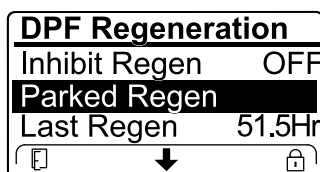

Figura 57
- Se il computer del motore richiede una rigenerazione di recupero, oppure sta eseguendo una rigenerazione di recupero, e voi scorrete il menu verso il basso fino all'opzione PARKED REGEN, la rigenerazione parcheggiata viene bloccata e l'icona di blocco (Figura 57) compare nell'angolo in basso a destra dell'InfoCenter.